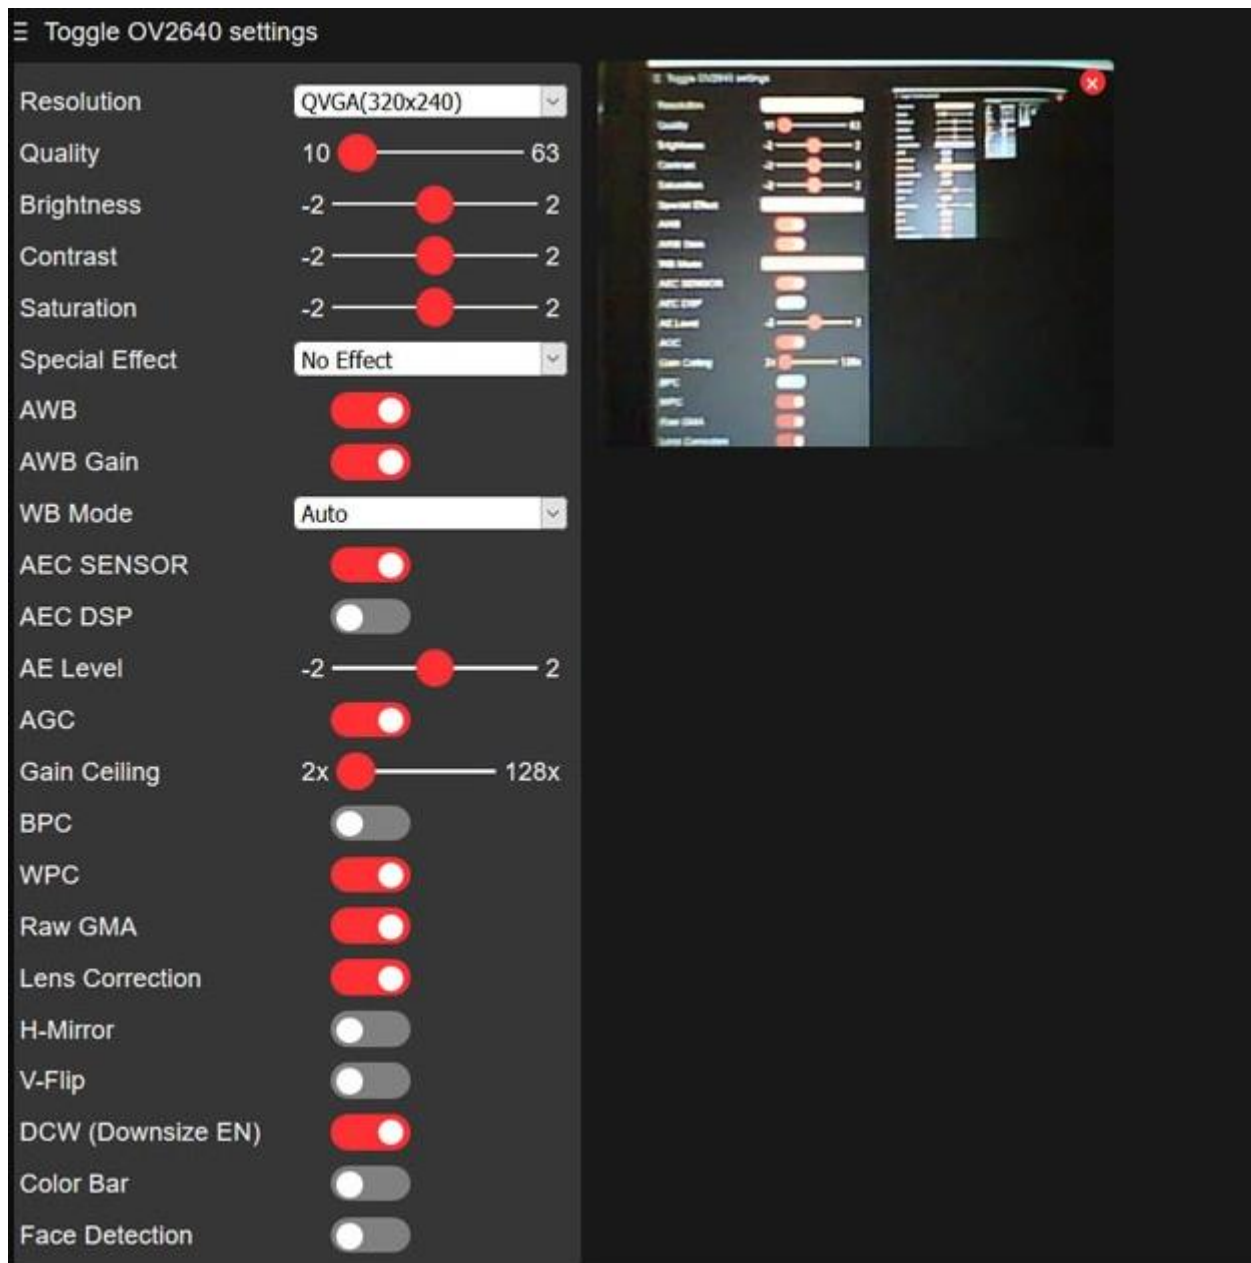

Рисунок 2.19 – Отримане зображення з OV2640
**Крок 8.** Переходимо у браузер за вказаною IP-адресою, щоб наочно побачити результат роботи програми. Далі знаходимо внизу кнопку Start Stream і отримуємо зображення з OV2640 (рис. 2.19):